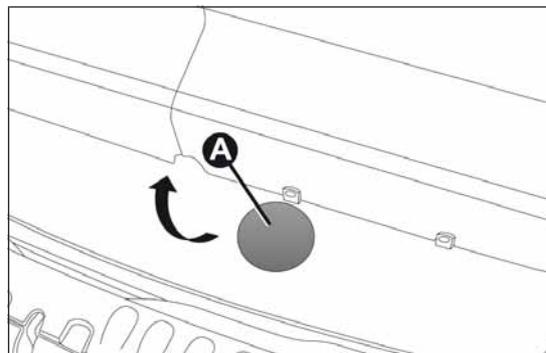
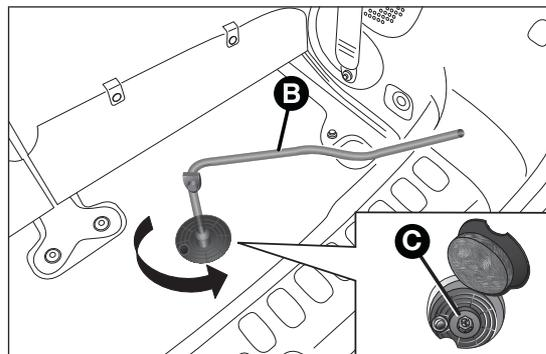

fig. 28
fig. 29
- levantar la tapa A fig. 28 situada en la moqueta del maletero, coger la llave B fig. 29 de la bolsa de herramientas e introducirla en el dispositivo C;
- girar la llave B fig. 29 hacia la izquierda para aflojar el perno de bloqueo que sujeta la rueda de repuesto para permitir que este último baje;